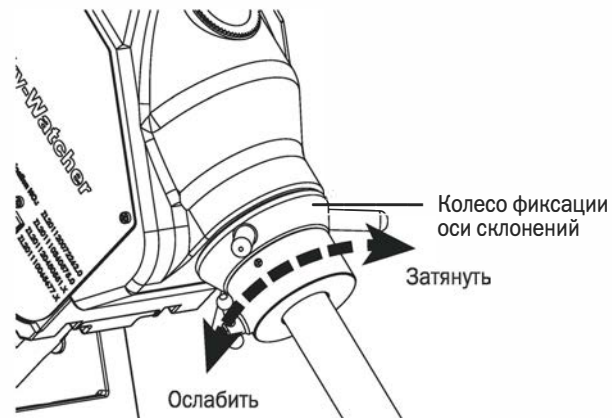

Рис. 2.1b
3. Для вращения телескопа по оси склонений, ослабьте фиксатор оси склонений (рис. 2.1b).